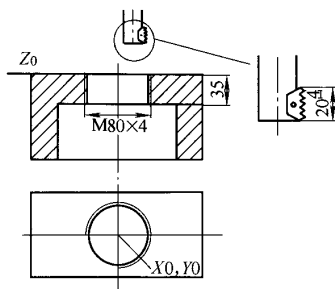
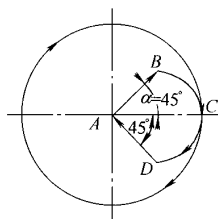

图 1
图 2
1. 多齿刀采用插补加工方法 (图 1、图 2)
(1) 在主程序中, Z 值是这样给定的 $Z = -18$, $Z = -34$, 因为螺纹深度为 35mm, 而刀长只有 20mm, 所以只能分两次切削。第一次切削后, 第二次切削 Z 向进给的深度为 16mm, 正好是螺距的 4 倍, 满足进给深度为螺距的整数倍要求。
(2) 子程序中 Z 值的给定 (子程序用的相对坐标编程), 如图 2 所示。